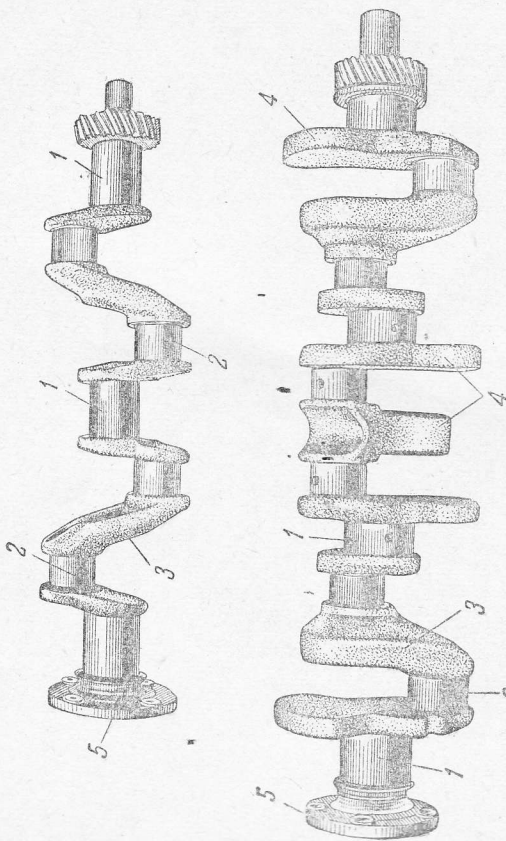

Рис. 29. Коленчатые валы четырех и шестицилиндровых двигателей:
8) Коленчатый вал (рис. 29) состоит из коренных 1 и шатунных 2 шеек, соединенных щеками 3, противовесов 4 и фланца 5.